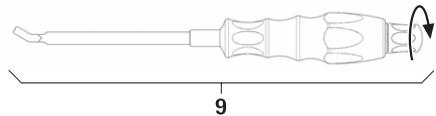

Abb. 14
- ▶ Stab-Einsetzinstrument **9** montieren, siehe Abb. 14.